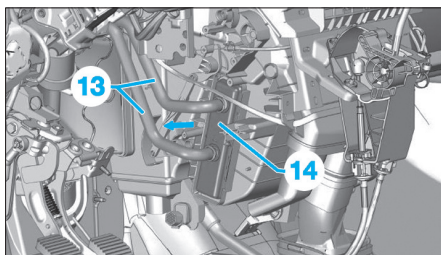

Fig. 22
- Ecarter les tuyaux (13) (Fig.22).
- Déposer l'aérotherme (14).